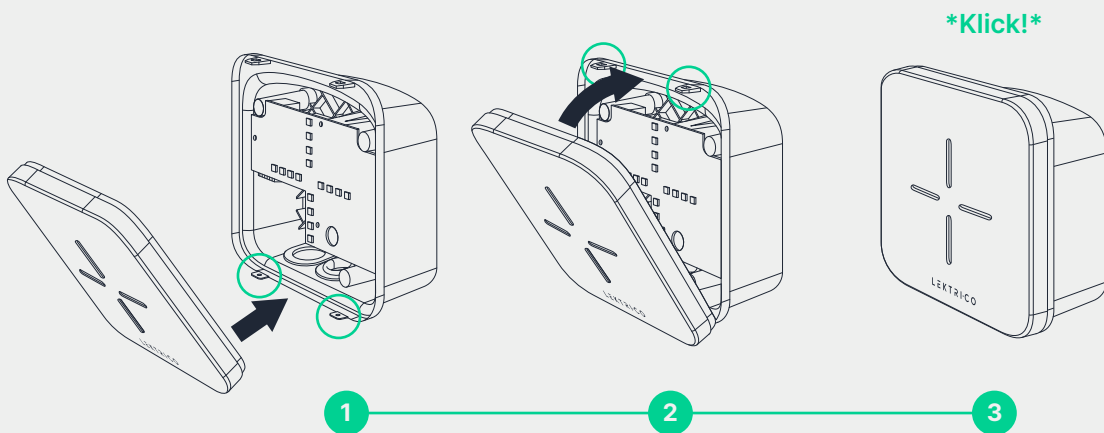

Abb. 10 - Anbringen der Frontabdeckung
19. Bringen Sie die Frontabdeckung an, indem Sie sie vorsichtig zuerst in die 2 unteren und dann in die 2 oberen Halteklammern drücken. **(Abb. 10)**